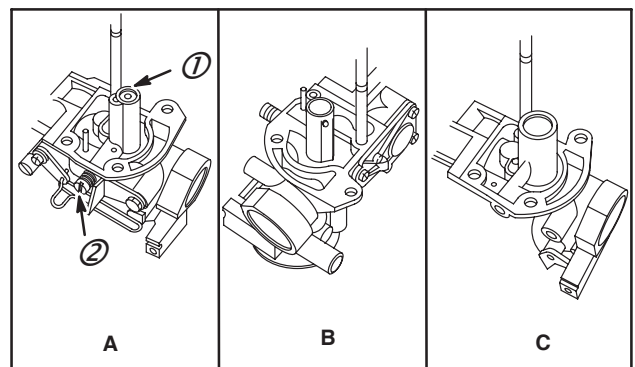

Fig. 58
Les carburateurs Pulsa-Jet à gicleur fixe ont été conçus en trois versions. La version actuelle est un gicleur fixe secondaire à petit puits (1), A. (Les carburateurs à faibles émissions ont un écran filtre qui entoure le puits et un gicleur de ralenti fixe.) (Les carburateurs non polluants ont une vis de richesse au ralenti réglable (2)). La deuxième version est un gicleur latéral fixe à petit puits, B, et la troisième est un gicleur latéral fixe à gros puits, C, Fig. 58.